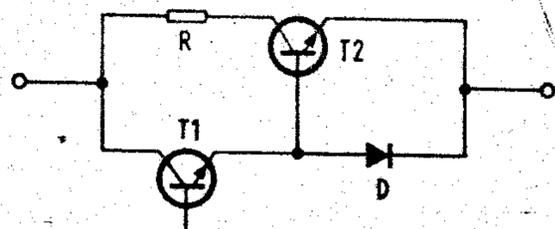

Bild 7. Der Leistungsteil
e) Eine weitere, bis jetzt nicht sehr bekannte Möglichkeit zeigt Bild 7 [4]. Bei richtiger Dimensionierung übernimmt der Widerstand R einen großen Teil der Verlustleistung. Tabelle 1 zeigt, wie sich die Verlustleistung bei verschiedenen Betriebsfällen auf den Widerstand und die beiden Transistoren verteilt.